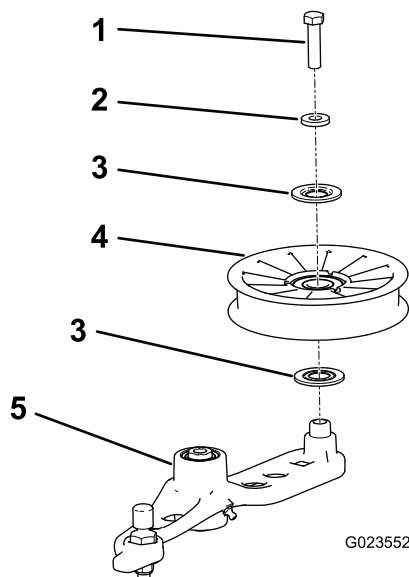

図 58
6. 古いテンショナプーリをテンショナアームに固定しているボルトを外して新しいプーリを取り付ける **図 58**。